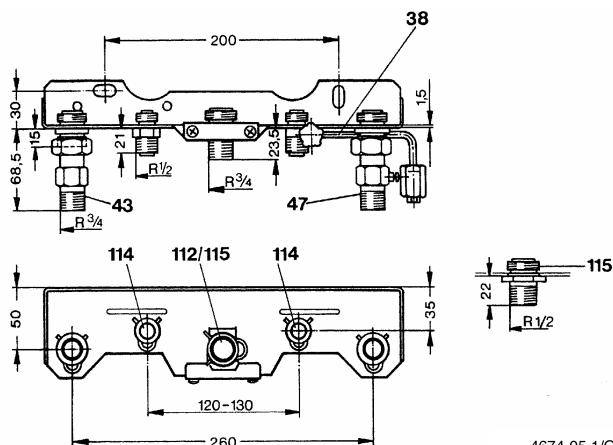

Bild 7 Montageanschlussplatte
- ▶ Überbrückungsbogen an der Montageanschlussplatte an den Anschlussnippeln für Kalt- und Warmwasser (114) montieren Bild 7.